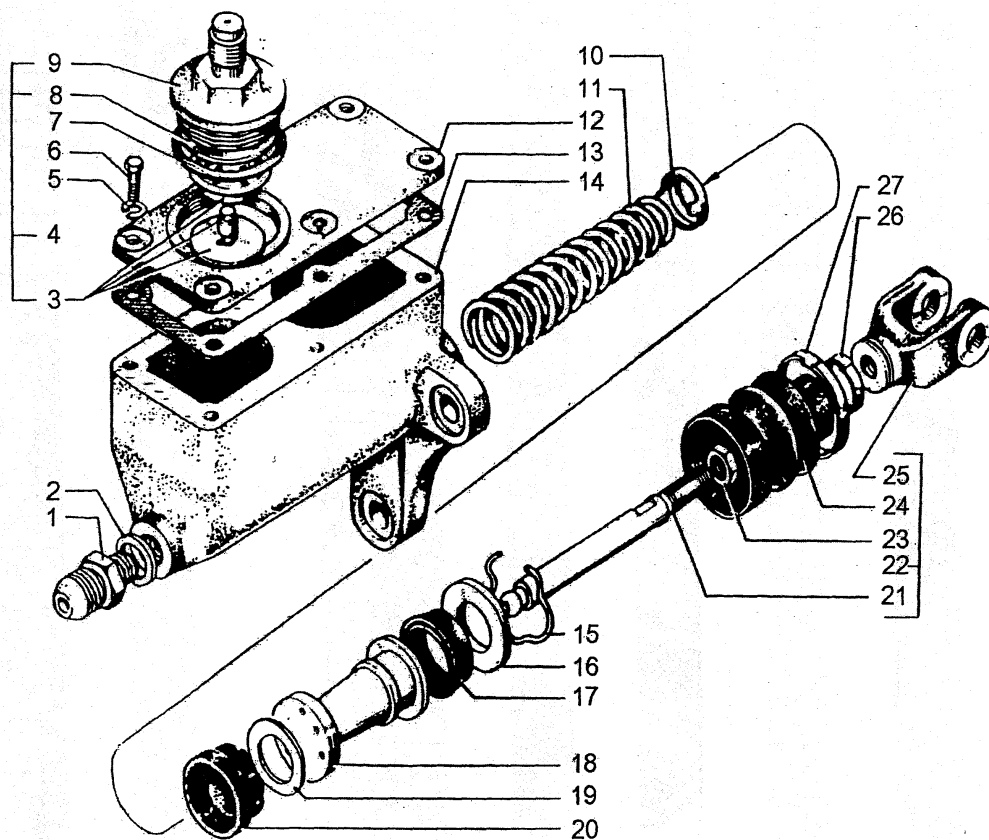

Рис. 5. Главный цилиндр выключения сцепления:
- взять из ЗИПа шланг для накачивания шин и подсоединить один его конец к наконечнику пробки 9 (рис.5), а второй – к клапану контрольного вывода 8 (рис.70);
2. Снять малое стяжное кольцо защитного колпака 24 (рис.5), снять защитный колпак, удерживая толкатель 22 поршня от проворачивания за лыски ключом. Отвернуть контргайку 23, вилку 25 толкателя и снять вилку.
- отвернуть пробку 9 (рис.5) и заполнить картер свежей тормозной жидкостью, в соответствии с химмотологической картой, после чего пробку 9 завернуть;
- подсоединить шланг для накачивания шин, одним концом на резьбовой конец пробки 9 (рис.5), а вторым – к клапану контрольного вывода;
- создать в полости цилиндра 14 (рис.5) давление сжатого воздуха в пределах 0,3 - 0,6 МПа (3 - 6 кгс/см²);
9. Долить жидкость в главный цилиндр до уровня на 15 - 20 мм ниже кромки наливного отверстия и плотно завернуть пробку 9 (рис.5).